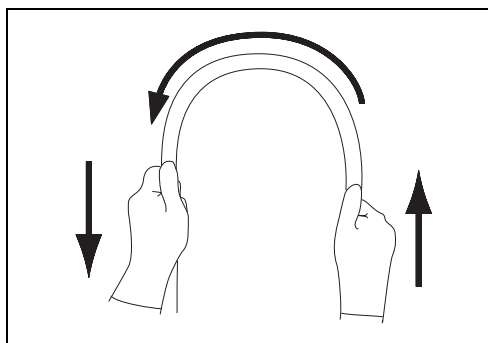

Рисунок 3.4
- 5** Двумя руками сверните вводимую трубку эндоскопа в полукольцо. Затем, передвигая руки в направлении, указанном стрелками на рис. 3.4, убедитесь в том, что вводимая трубка по всей длине легко сгибается в полукольцо и что вводимая трубка пластична.